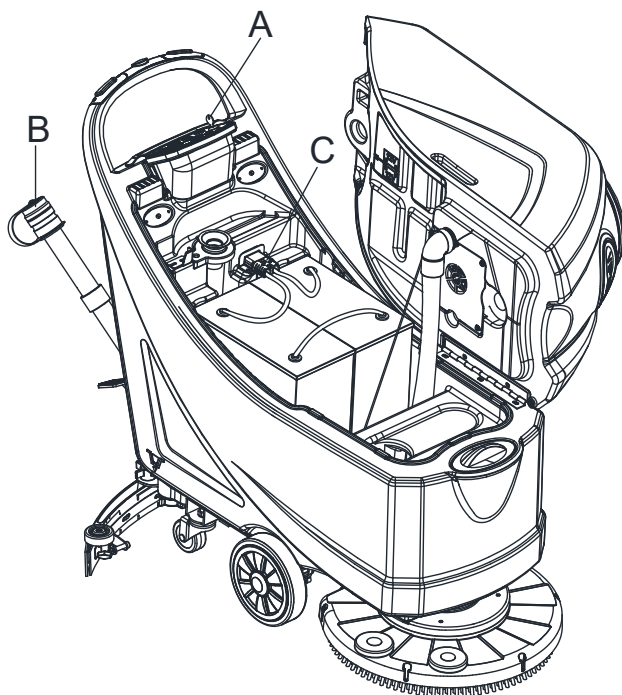

Figura 23
4. Curățați capacul rezervorului de recuperare (A), rezervorul de recuperare (B), rezervorul de apă curată (C) și cadrul suport al filtrului flotor cu sferă (E). Goliți rezervorul de recuperare cu ajutorul furtunului de scurgere (B, Figura 23).
2. Deconectați cablul de alimentare cu energie electrică (C, Figura 23) de la priza de perete.